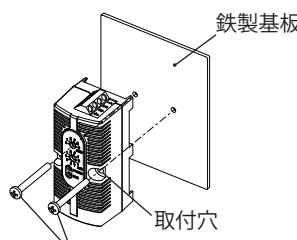

図6
2. 鉄製基板取付時は、付属の丸タッピンねじ 4×35 にて固定してください。(図6)